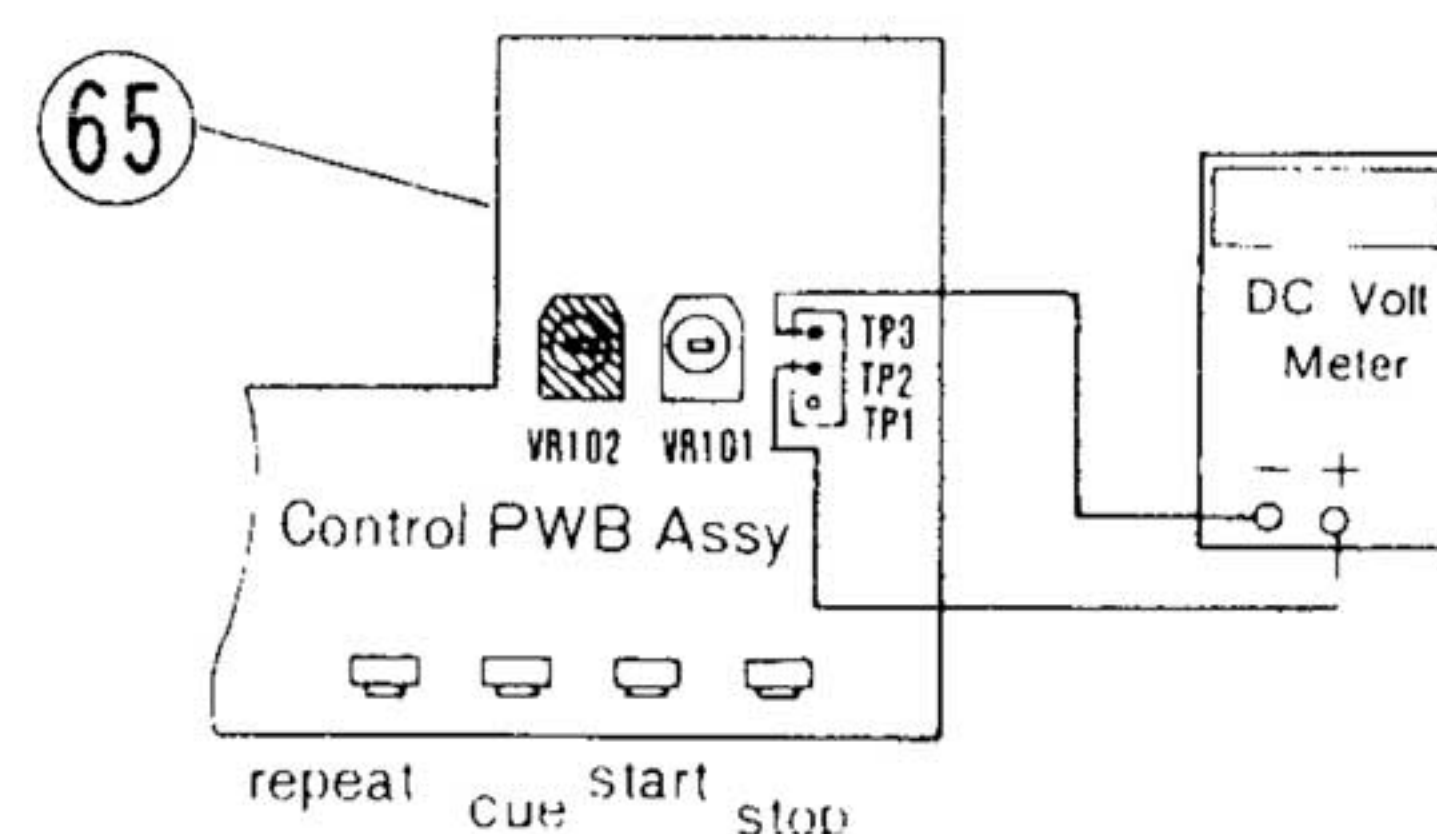

Figure 26
- Disconnect the D.C. voltmeter and re-connect it between TP2 and TP3 terminals on Control PWB Assy (Fig. 26).
- 次に電圧計をコントロール PWB assy のターミナル TP2 と TP3 の間に接続する。(図26)